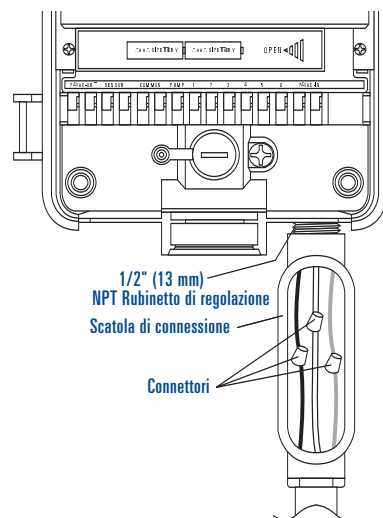

Figura A5: Uso di una scatola di giunzione
- Collegare la scatola di giunzione (non fornita in dotazione) al nipplo NPT. [Vedere la Figura A5]